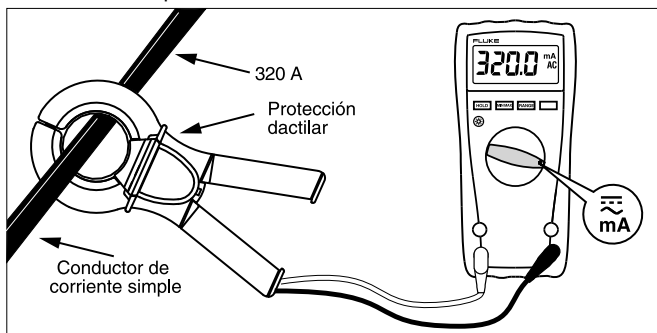

Figura 1. Medición de corriente
- **Asegúrese de que sus dedos se encuentren detrás de la protección dactilar, tal como se muestra en la Figura 1.**
3. Coloque la sonda en torno del conductor energizado que se va a medir (consulte la Figura 1). Asegúrese de que las mordazas de la sonda estén bien ajustadas en torno del conductor.
Cuando la pinza se conecta a un amperímetro compatible y se coloque en torno de un único conductor energizado, la lectura del instrumento será de un milésimo de la corriente real presente en el conductor. Por ejemplo, una corriente de entrada de 5 A se transformará en una corriente de salida de 5 mA (consulte la Figura 1). Cuando se mida la corriente en un cable de línea de CA, las mordazas deberán ser colocadas sólo en torno de un conductor (el conductor negro o energizado en un cable de tres conductores). Si las mordazas se colocan en torno de ambos conductores energizados, las corrientes se cancelarán entre sí y producirán una lectura de cero. Si la sonda se coloca en torno de dos conductores que transporten corriente en la misma dirección, será leída la suma de ambas. La inversión de uno de los conductores hace que sea leída la diferencia.